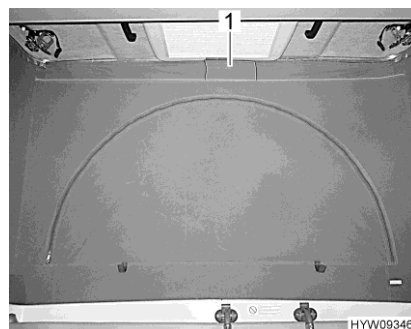

Bild 37 Lüftung (geschlossen)
- Klettverschluss der Stoffflasche (Bild 37,1) unter dem Schlafdach lösen. Hinter der Stoffflasche ist als Schutz vor Insekten ein Netzgitter angebracht.